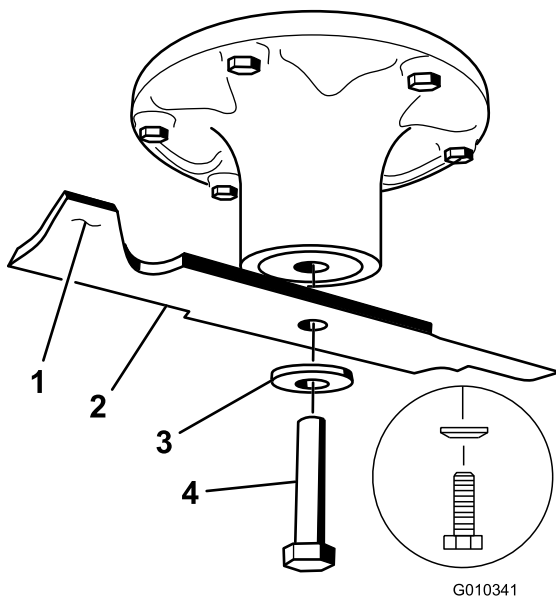

Figura 55
Sujete el extremo de la cuchilla usando un trapo o un guante grueso. Retire del eje el perno de la cuchilla (girándolo en sentido antihorario), la arandela curva y la cuchilla (Figura 55).
Nota: Si la cuchilla se mantiene horizontal, está equilibrada y puede utilizarse. Si la cuchilla no está equilibrada, rebaje algo el metal en la parte de la vela solamente (Figura 55). Repita este procedimiento hasta que la cuchilla esté equilibrada.
1. Instale la cuchilla en el eje (Figura 55).
Nota: El cono de la arandela de muelle debe estar orientado hacia la cabeza del perno (Figura 55).